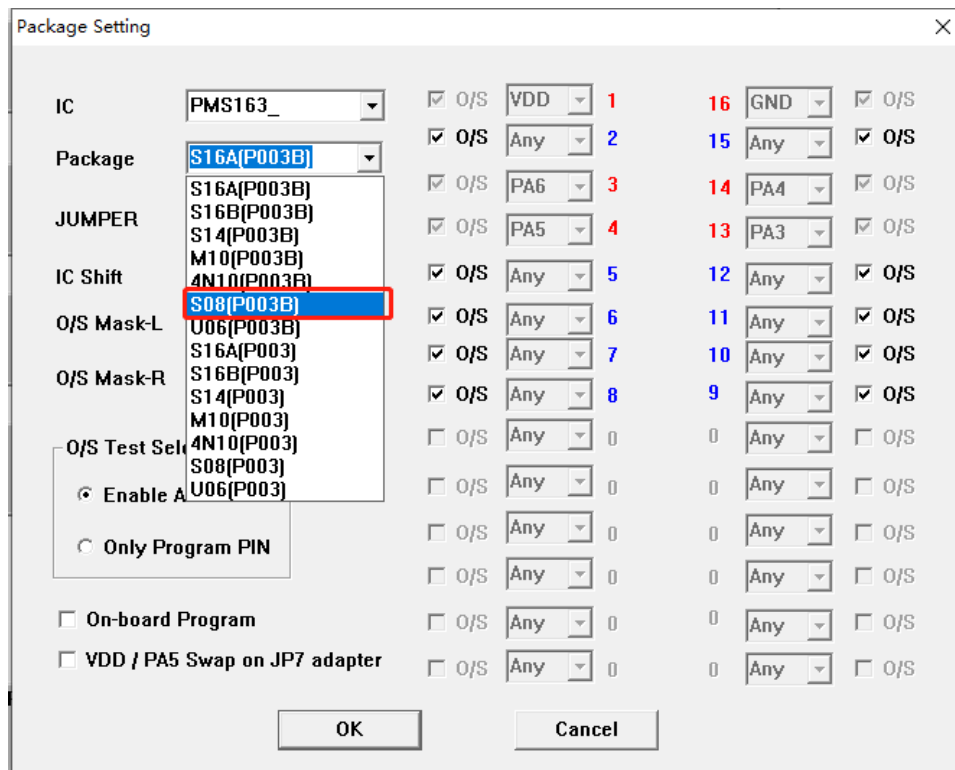

图 28: PMS163-S08 在 P003B 转档配置
1. 使用 PDK5S-P-003B 烧录 PMS163 时，只有 S16A 和 S14 封装是烧录器背面 jumper 插 JP2 位置，正面烧录插座往下空移 4 格，即可烧录。而其他封装都需要转档，使用 Jumper7 跳线。接下来以 PMS163-S08 的烧录为例，其他封装需对应修改“package setting”界面和 Jumper7 跳线方法即可。封装设置如图 28 所示：